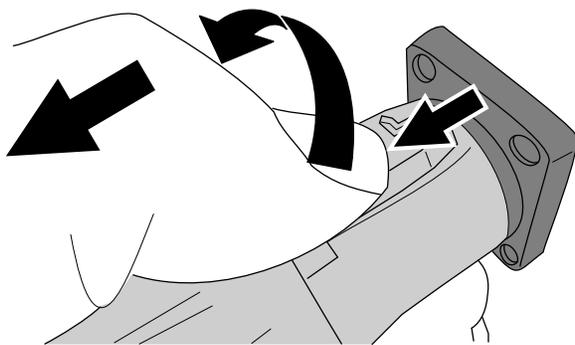

Figura 25
8. Deslize o botão na ficha para trás, rode a ficha no sentido contrário ao dos ponteiros do relógio e retire a ficha da tomada (**Figura 25**).